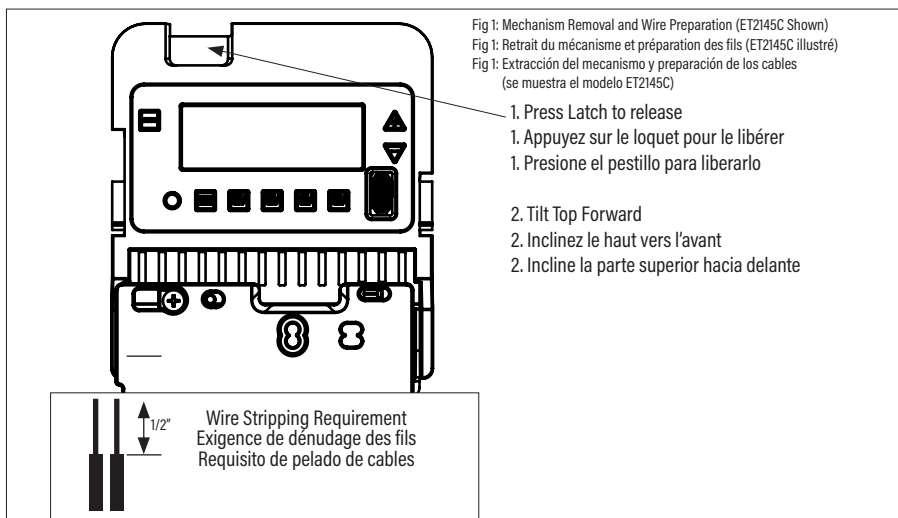

Fig 2: Wire Diagram / Fig 2: Schéma de câblage / Fig 2: Diagrama de cableado
- Strip wires 1/2 inch as shown in Fig. 1. Connect the wires to the proper terminals shown in Fig. 2, then torque the terminal screws to 15.6 lbf-in.
- Dénudez les fils sur 1/2 po comme indiqué à la Fig. 1. Connectez les fils aux bornes appropriées indiquées à la Fig. 2, puis appliquez aux vis des bornes un couple de serrage de 15,6 lbf-in.
- Pele 1/2 pulgada de los cables como se muestra en la Fig. 1. Conecte los cables a los terminales adecuados que se muestran en la Fig. 2 y, a continuación, apriete los tornillos de los terminales con un par de 15,6 lbf-in.